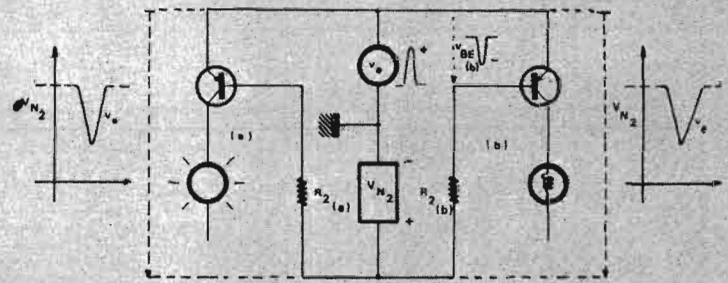

Fig. 112
1) par les bases, comme une **réduction** de la valeur **positive** de V_{N2} donc **débloquante pour le transistor (b)** et sans effet sur (a) déjà passant (**fig. 112**)